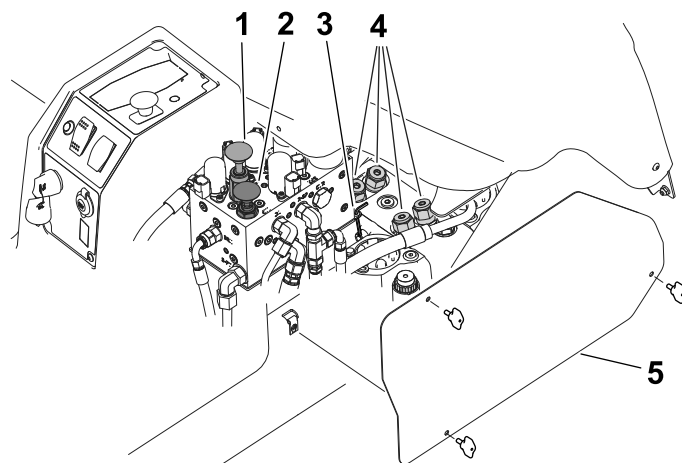

Figura 65
Nota: Se suministra con la máquina una llave allen (6 mm) que está situada junto al distribuidor hidráulico (Figura 65). Utilice la llave para realizar este procedimiento.
2. Retire el panel de acceso del lateral derecho de la consola de control (Figura 65).